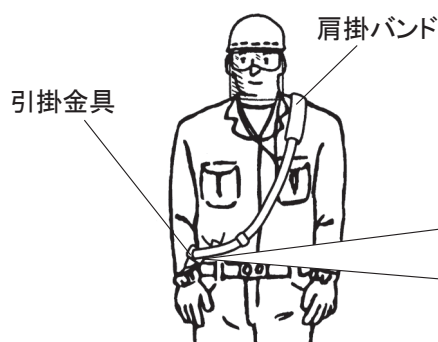

図.1
- ① 肩掛バンドは消耗品です。切れ、ほつれ、損傷等がないことを確認し、図.1のように装着してください。